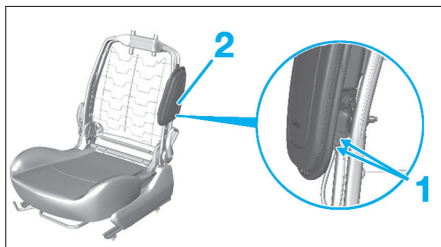

Fig. 6
- Débrancher les connecteurs (1) de l'airbag latéral (2) (Fig.6).